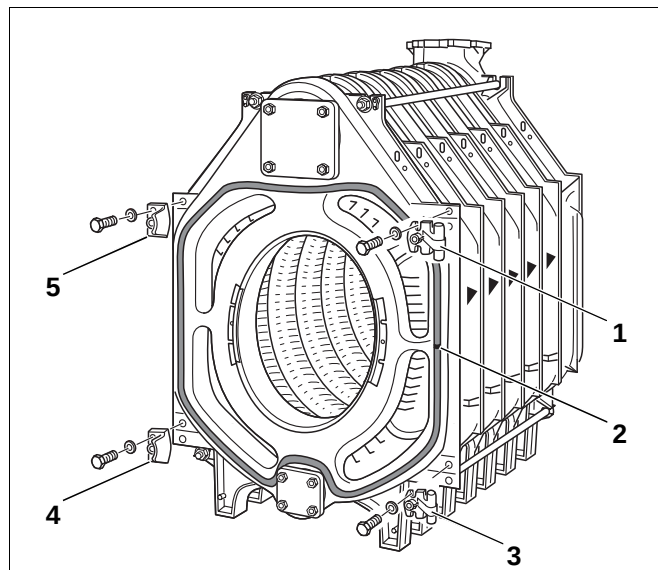

Fig. 28 Montage – hengselhaker og lukkelister
- Påfør noen dråper Silastik-lim med en avstand på 15 til 20 cm i pakningsnotene rundt åpningene i brennkammeret og røykgasskanalene på forelementet (fig. 28).
- Legg GP-pakningssnoren inn i pakningsnoten på forelementet. Pakningssnorens skjørt skal ligge på siden (fig. 28, **pos. 2**).
- Skru hengselhakene (høyrehengsling) fast til forelementet ved hjelp av 2 maskinskruer M12 x 55 hver (fig. 28, **pos. 1 og 3**). For venstrehengsling skal hengselhakene skrues på på samme måte på venstre side.
- Skru lukkelistene med støtteflate for brennerdøren (høyrehengsling) fast til forelementet med 2 maskinskruer M12 x 55 hver (fig. 28, **pos. 4 og 5**). Ved venstrehengsling skal lukkelistene skrues på på samme måte på høyre side.